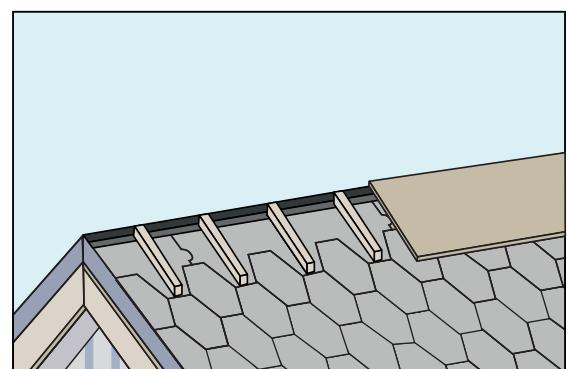

Рис. 33
- Вариант 2 (Из OSB (рис.33) рекомендации по устройству см. стр.29 Приложение 4